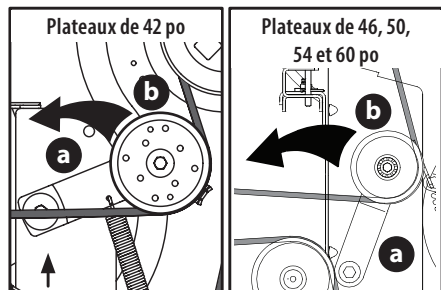

Figure 41
- a. À l'aide de la poignée de levage du plateau ou de la pédale et du bouton de levage du plateau, ou de la pédale et de la goupille de levage du plateau, élevez-le jusqu'à la position la plus horizontale possible entre les galets tendeurs du plateau et la poulie de la PDF située au bas du moteur (Figure 41).
- b. En partant du milieu du tracteur, faites pivoter le support du galet (a) et le galet tendeur mobile (b) vers l'arrière avec un éloignement suffisant pour soulever la courroie et la faire passer au-dessus de la poulie de fusée (Figure 41).